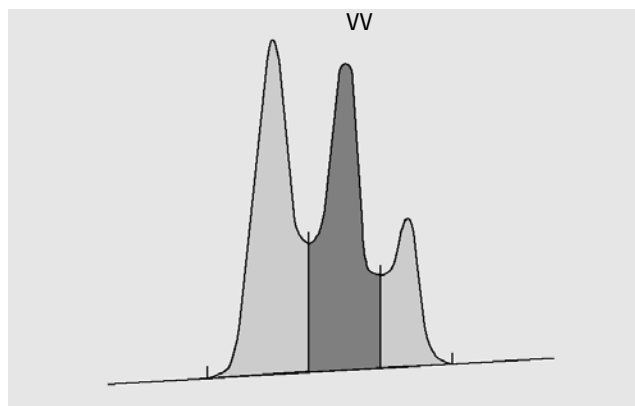

Рисунок 20 Измерение площади для пиков, начинающихся и заканчивающихся на точках минимумов между пиками.
- для пиков начинающихся и заканчивающихся на впадине (VV), как площадь над базовой линией, выделенная вертикальными линиями проекции из точек минимума между пиками, как на Рисунок 20 на странице 49,